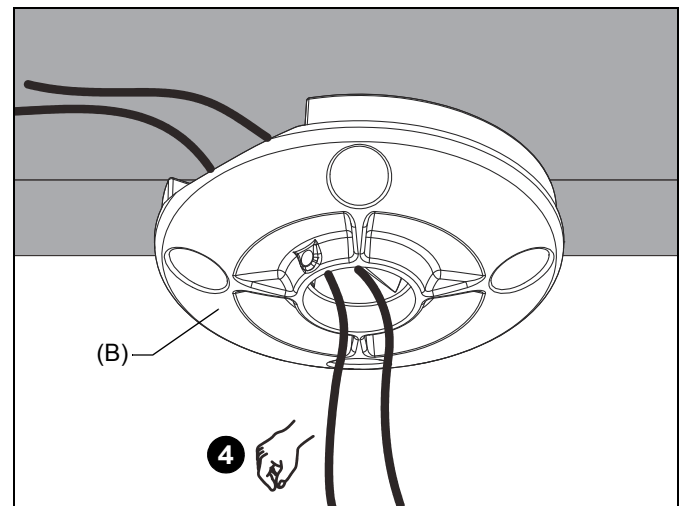

Figura 3
4. Direcione os cabos através do canal na placa de teto (B). (Consulte a Figura 3)